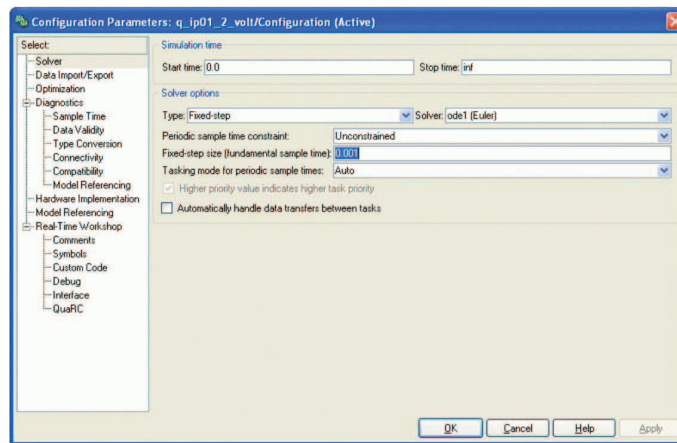

Figura 2.5: Configuração do método de integração.
3. Clique no item *Solver* para configurar o método de integração, conforme mostrado na Figura 2.5;